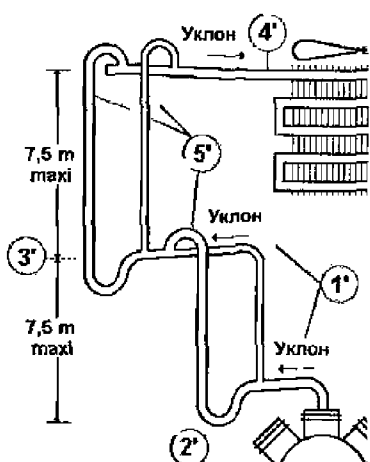
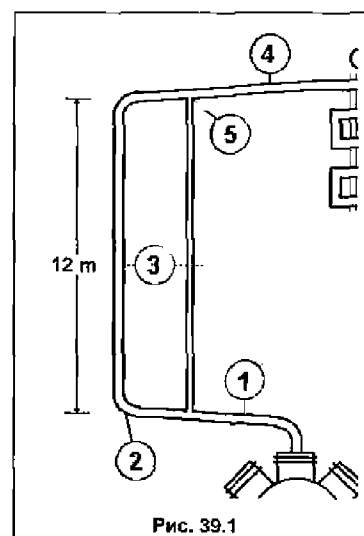

Рис. 39.2
Рис. 39.1
**Ошибка №1.** На выходе из компрессора имеется опасный контруклон (см. поз.1 на рис. 39.1). Напомним, что обязательным требованием при прокладке трубопроводов всасывания и нагнетания является всегда уклон (не меньше 12 мм/м) трубопроводов в направлении движения потока, как указано на **поз.Г, рис. 39.2**.
В примере на рис. 39.1 (**поз.5**) это требование нарушено и соединение труб выполнено с ошибкой.
**Поз.5'** на рис. 39.2 показывает два возможных варианта, которые позволяют исключить угрозу возврата масла при соединении двух труб.